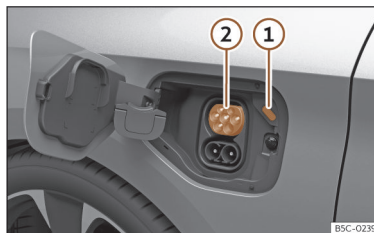

Fig. 59 Por trás da tampa de carregamento da bateria na parte dianteira esquerda: tomada de carregamento.
>>> Fig. 59
O LED (indicador do processo de carregamento) da tomada de carregamento pisca e emite cintilações brancas >>> Fig. 59 ① >>> Página 88.